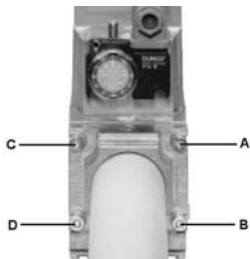

Рис. 9
1. Расслабить винты A и B, но **не снимать** их (Рис. 9 и Рис. 10)
2. Отвинтить винты C и D (Рис. 9 и Рис. 10)